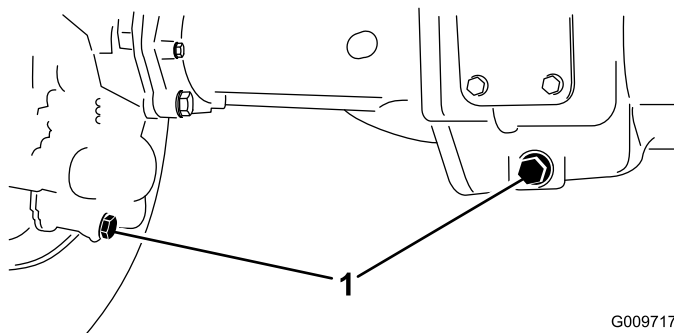

Figura 69
- Limpie la zona alrededor de los tres tapones de vaciado, uno en cada extremo y uno en el centro (Figura 69).